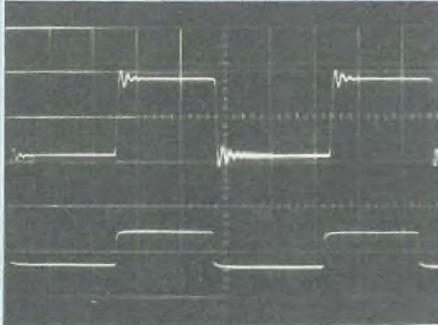

Fig. 5 : Stabilité sur charge capacitive ( $10 \Omega // 0,68 \mu F$ ).  $P = 17$  watts.
- indiquée fig. 5, celle-ci montre le comportement de l'amplificateur en signaux carrés sur charge capacitive de 10  $\Omega$ /0,68  $\mu$ F à 17 watts.